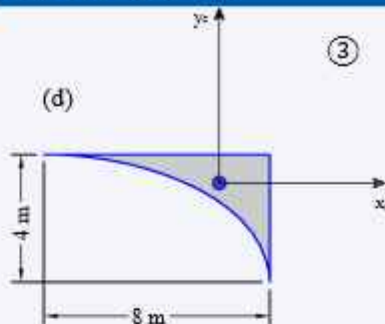

Figura 5.70
Paso 1: Identificación de elementos ①, ② y ③ según la figura 5.70 (b), (c) y (d) luego cálculo de momentos de inercia centroidales de cada elemento